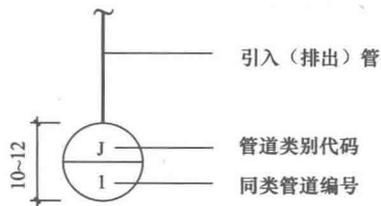

图 1-7 给水引入(排水排出)管编号表示法
- (1) 当建筑物的给水引入管或排水排出管的数量超过一根时, 应进行编号, 编号宜按照图 1-7 的方法表示。